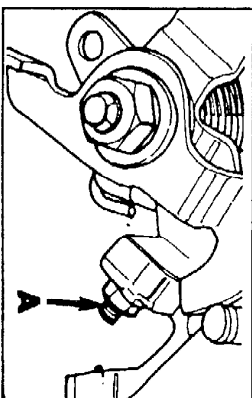

Рис. 7 Упор дроссельной заслонки вторичной камеры
- Отвинтите стопорный винт (А, Рис. 7) до образования зазора между ним и упором.